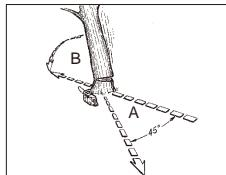

Fig. 11A
VARNING! En reträttväg (A) ska planeras och om nödvändigt röjd innan sågningen börjar. Reträttvägen bör sträcka sig bakåt och diagonalt från den väntade fallriktningen enligt Fig. 11A.
⚠ VARNING! När fällskäret närmar sig gångjärnet börjar trädet att falla. När trädet börjar falla, ta bort sågen från skäret, stoppa motorn, lägg ned sågen och lämna området på reträtvägen (Fig. 11A).